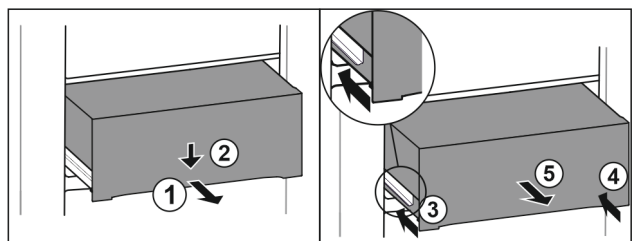

Fig. 141
▶ 将抽屉拉出一半。 Fig. 141 (1)
▶ 朝下按压正面的抽屉。 Fig. 141 (2)
▶ 将左侧轨道推入大约 2 cm。 Fig. 141 (3)
▶ 将右侧轨道推入大约 2 cm。 Fig. 141 (4)
▶ 朝前取出抽屉。 Fig. 141 (5)